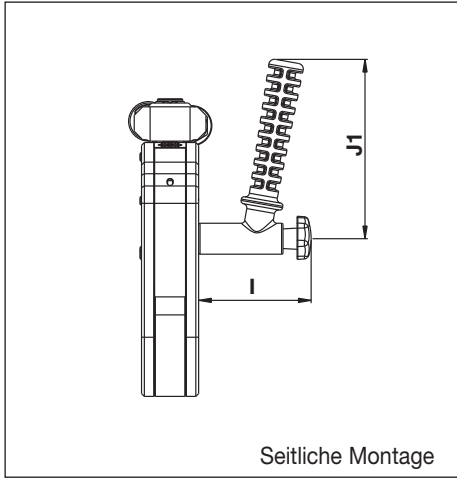

Abb. 25
6.1.3 Abmessungen, abgewinkelter Positionierungshebel der SWH-Serie (Abb. 25)